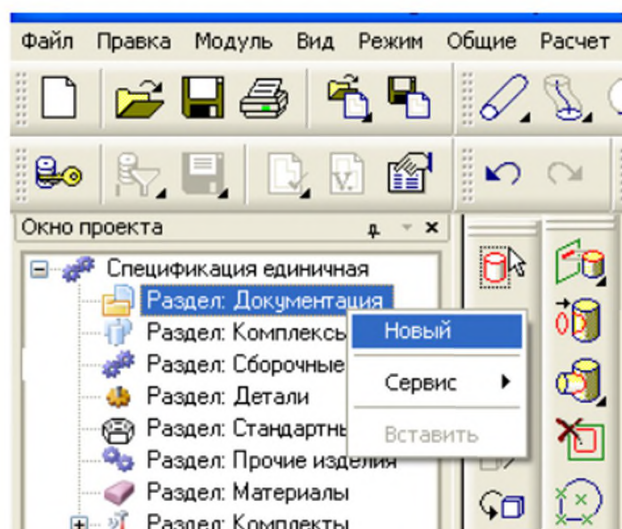

Рис. 7.6
6. В раздел **Документация** вносятся документы, составляющие основной комплект конструкторских документов специфицируемого изделия, кроме его спецификации. Для внесения данных по документации нужно указать курсором в дереве спецификации пункт **Раздел: Документация**. При помощи правой кнопки «мыши» вызвать контекстное меню и выбрать в нем **Новый** (рис. 7.6).